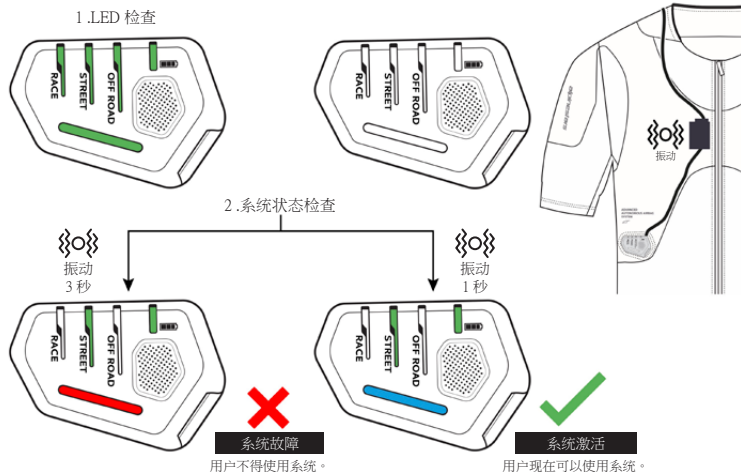

图 9：系统正在执行 LED 检查与状态检查
1) LED 检查：在此阶段，系统将检查 LED 显示屏 (3) 上的所有 LED 是否正常运行。用户将看到所有可用的 LED (3b、3c、3d) 将持续亮起绿灯，持续约 1 秒钟，然后熄灭，如图 9 所示。
2) 系统状态检查：在 LED 检查阶段之后，系统状态 LED (3b) 将持续亮起蓝灯，表明系统处于激活状态（图 9），因此可以在发生事故时保护用户。在激活拉链 (2) 附近，也会感受到大约 1 秒钟的短暂振动。在这种情况下，用户还可以检查当前正在运行的现有骑行模式（骑行模式 LED [3c]）和系统的电池电量（电池电量 LED [3d]）（请参阅第 8 节“LED 显示屏 (3) 指示灯摘要”）。
警告！ 如果系统状态 LED (3b) 转为持续亮起的红灯，则表明系统出现故障（图 9）。激活拉链 (2) 附近也会感受到持续约 3 秒的振动。这种情况表明系统无法正常工作，因此在发生事故时无法保护用户（请参阅第 19 节“故障排除”）。